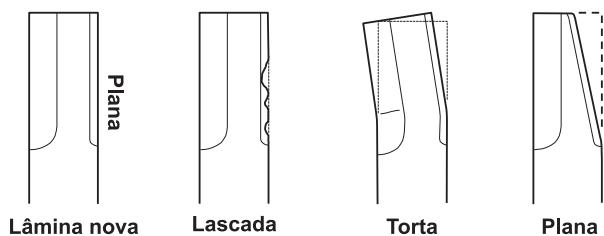
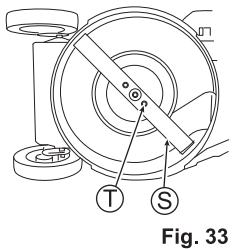

Fig. 32
Fig. 33
- Verifique se a lâmina (S) está lascada, torta ou desgastada. (Veja a fig. 32)
- Se a lâmina (S) ou os parafusos de fixação da lâmina (T) estiverem "desgastados", "quebrados" ou "deformados", instale uma peça nova especificada pelo fabricante.
- Verifique se os parafusos de fixação da lâmina (T) estão apertados com o torque especificado. (Veja a fig. 33)
- Aperte manualmente os parafusos de fixação da lâmina (T).